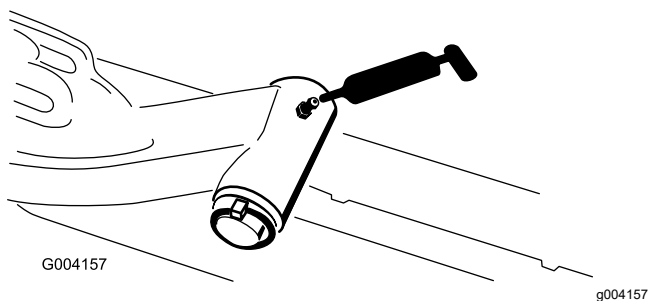

Figura 67
- Ax pivot al braului de ridicare (1 pentru fiecare) - Figura 67